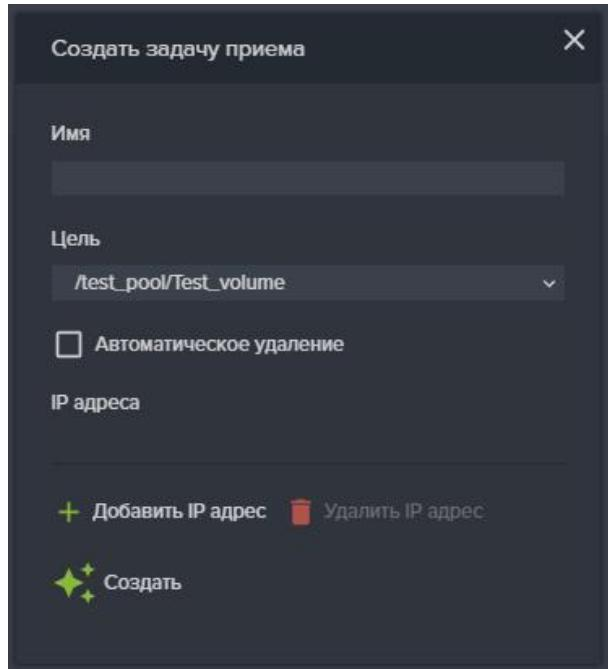

Рисунок 98. Задача приема репликации
- Нажмите на кнопку «Создать новую задачу» (см. Рисунок 98);